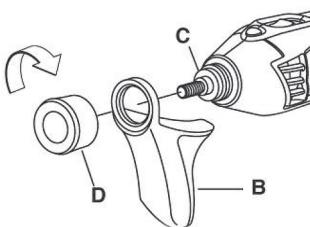

Рис. 4
2.Установите дополнительную рукоятку «В» и зафиксируйте ее защитным колпачком (рис. 4).